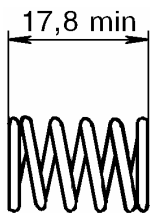

Рис. 17.
7.2.3 Пружина 2101-3502102, рис. 17.